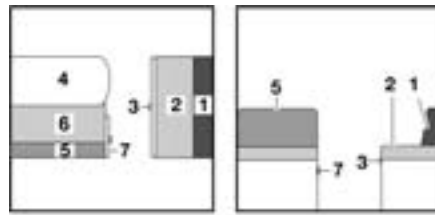

Bild 127 Vor dem Umbau
- Tisch (Bild 127,4) vergrößern und zum Bettunterbau umbauen (siehe Abschnitt 7.7).
- Griff ziehen und Klappe (Bild 127,7) öffnen.